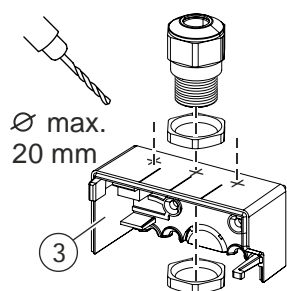

Fig. 4
With surface-mounted cable entry: Markings on the top and bottom of the back box (3) for hole(s) with diameter of max. 20 mm (Fig. 4).
3. For a surface-mounted cable entry, use metal cable glands M20 x 1.5 with metal counter nut M20 x 1.5 (accessories) (Fig. 4).
Bei Aufputz-Kabeleinführung: Markierungen oben und unten am Gehäuseboden (3) für Bohrung(en) mit Durchmesser max. 20 mm (Fig. 4).
3. Verwenden Sie bei einer Aufputz-Kabeleinführung die Metall-Kabelverschraubungen M20 x 1,5 und die Metall-Gegenmutter M20 x 1,5 (Zubehör) (Fig. 4).